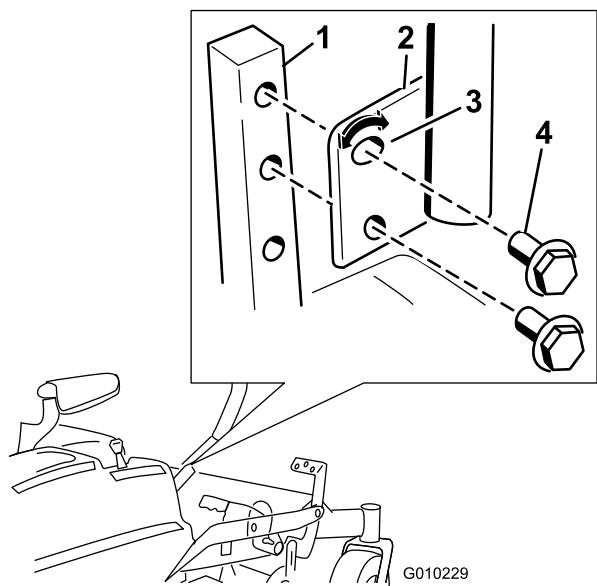

Figure 29
- Retirez les 2 boulons qui fixent le levier de commande à l'arbre du bras de commande (Figure 29).
- Placez le levier de commande dans les trous suivants. Fixez le levier avec les 2 boulons (Figure 29).
- Desserrez le boulon inférieur jusqu'à ce qu'il soit possible de pivoter le levier de commande en avant ou en arrière (Figure 29). Serrez les deux boulons pour fixer la commande à sa nouvelle position.